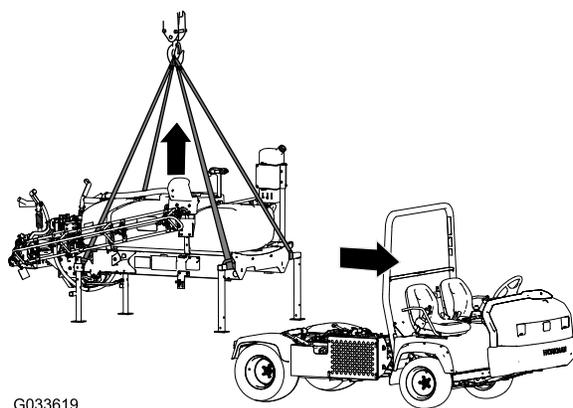

Figura 135
- Baje los brazos a un ángulo de 45° aproximadamente y gírelos hacia delante (Figura 135).
- Conecte el equipo de izado a los tubos horizontales de los soportes fijos delanteros y al poste vertical de los soportes fijos traseros (Figura 135).
7. Eleve el patín del depósito de la máquina lo suficiente para extraer el patín de la máquina (Figura 135).